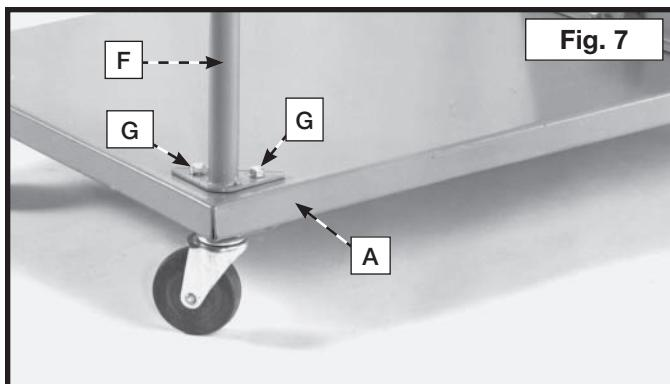

Fig. 7
3. Fixer le support du tambour (F) fig. 7, aux deux trous filetés dans le coin de la base (A) comme indiqué à la fig. 7, avec deux vis à tête hexagonale de 5/16-18 x 5/8 po et rondelles de blocages de 5/16 po (G). **REMARQUE :** ne pas serrer complètement la quincaillerie pour le moment.